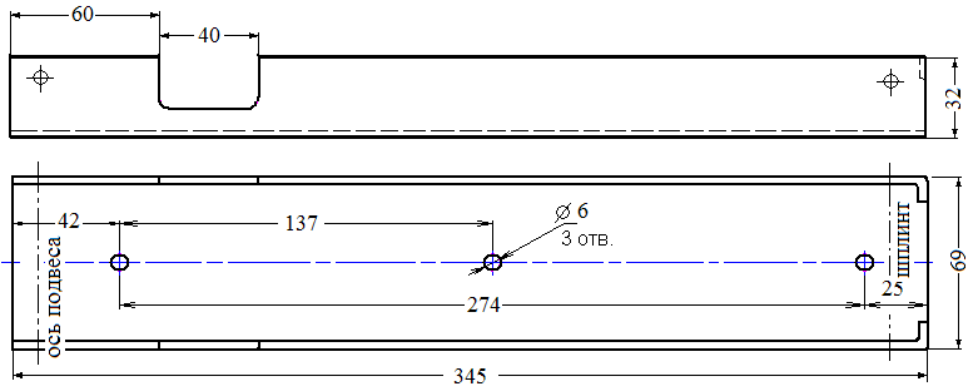

Рис. 4. Крепёжная площадка МПП «Гарант-D»
6.3. Закрепить крепёжную(ые) площадку(и) модуля(ей) в соответствии с определёнными местами (по п. 6.2). Координаты отверстий для крепления модулей «Гарант-Д» показаны на рис. 4.